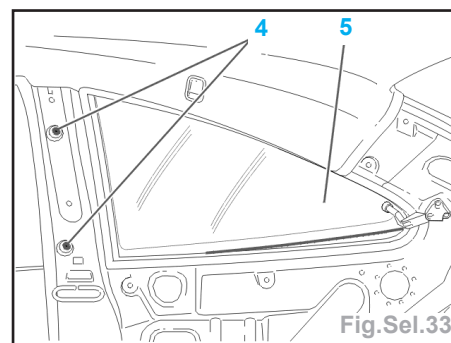

Fig.Sel.33
- Déposer (Fig.Sel.33) :
- les fixations (4) (à l'aide d'une douille aimantée),
- la glace de custode (5).